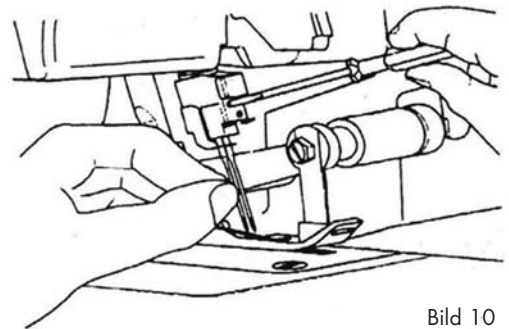

Bild 10
2. Lossa nålskruven med den lilla skruvmejseln tills nålen kan tas av (bild 10).
3. Dra åt nålskruven med den lilla skruvmejseln (bild 10).